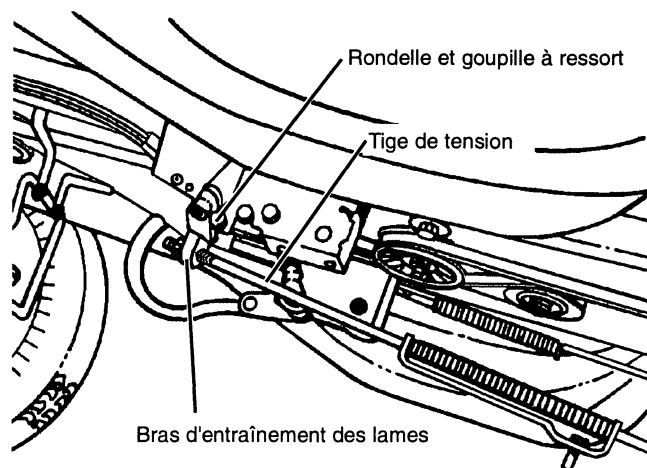

FIGURE 10
- Soulever la tige de tension et la fixer sur le bras d'entraînement des lames à l'aide d'une rondelle plate et d'une goupille à ressort (dans le sac de pièces) (voir Fig. 10 et 11).